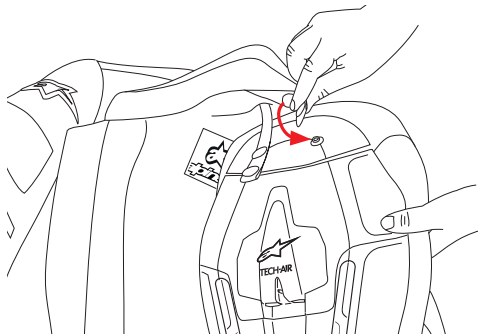

図6
1. エアバッグベストを小さい方の中央後部フック (1) にひっかけます。
2. 二つのスタッドコネクタをエアバッグベスト (2) の後部プロテクターに取り付けます。最初の場合、プロテクターを上部の二つのスタッドに取り付けます (図6参照)。
- エアバッグベストを低い方の二つのスタッドに取り付ける(エアバッグベストの設置ステップ2 - 図6参照)。